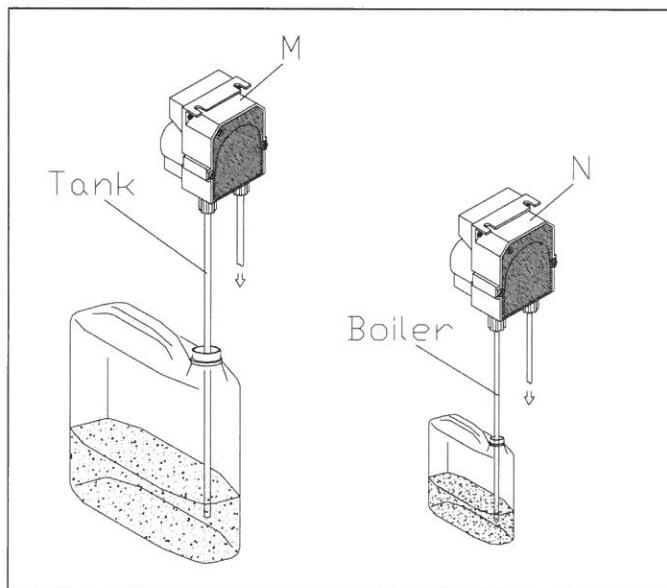

Рис. 3-4
- Настройки дозатора моющего средства (M) (по запросу) и дозатора ополаскивателя (N) выставляет производитель машины. Изменить настройки можно с помощью регулировочных винтов на дозаторах. Емкости для моющего средства и ополаскивателя (если они не поставляются вместе с машиной) необходимо размещать рядом с машиной и подключать сзади машины (к баку для моющего средства и бойлеру для ополаскивателя) (рис.3-4) с помощью прозрачных труб.
- The detergent dispenser (M) (optional) and rinse aid dispenser (N) are regulated by the manufacturer. If the setting needs to be changed, turn the regulating screw on the dispensers. The detergent and rinse aid containers (if not provided with the appliance) should be placed next to the machine and connected to the transparent pipes fitted to the back of the appliance (Tank for the detergent and Boiler for the rinse aid) (fig.3-4).
- Die Dosierer des Reinigungsmittels (M) (auf Anfrage) und des Glanzspülmittels (N) werden werkseitig eingestellt. Für andere Einstellungen die Stellschraube der Dosierzvorrichtung regeln. Die Behälter für Reinigungsmittel und Glanzspülmittel (wenn nicht mit dem Gerät mitgeliefert) müssen in unmittelbarer Nähe der Maschine stehen und die Entnahme erfolgt über die durchsichtigen Schläuche (Tank für das Reinigungsmittel und Boiler für Glanzspülmittel) an der Rückseite des Geräts (fig.3-4).
- Les doseurs du détergent (M) (sur demande) et du produit de rinçage (N) seront réglés par le constructeur. S'il vous fallait régler différemment, faire tourner la vis de réglage sur les doseurs mêmes. Les alvéoles à détergent et à produit de rinçage (si non fournies avec l'appareil) seront mises près de la machine et le prélèvement sera effectué par des tubes transparents (Tank pour le détergent et Boiler pour l'agent de brillantage) situés derrière l'appareil (fig.3-4).
- Los dosificadores de detergivo (M) (a pedido) y abrillantador (N) salen de la fábrica regulados por el Constructor. En el caso de que se necesitara una regulación distinta, usar el tornillo de dosificación de los propios dosificadores. Si los contenedores de detergivo y abrillantador no forman parte del equipamiento base, se deben colocar cerca de la máquina; el detergivo y el abrillantador se sacan a través de los tubos de toma transparentes (letrero Tank para el detergivo y Boiler para el abrillantador) ubicados en la parte trasera del aparato (fig.3-4).